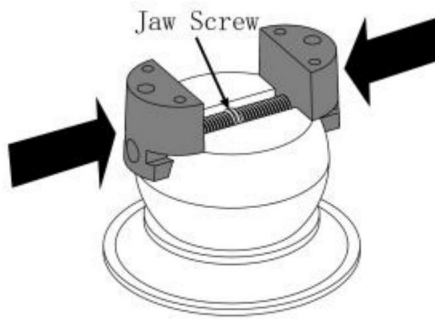

FIG. 1
1. Vous devez commencer à fileter les mâchoires en même temps lorsque vous les remplacez (FIG. 1). Maintenez chaque mâchoire en position et tournez la vis de la mâchoire pour les fermer. Un large élastique ou une deuxième personne peut vous aider à tourner la vis de la mâchoire pendant que vous maintenez les mâchoires contre le filetage. Si les mâchoires ne se rejoignent pas en même temps au centre, retirez-les et essayez à nouveau de commencer à fileter en même temps.